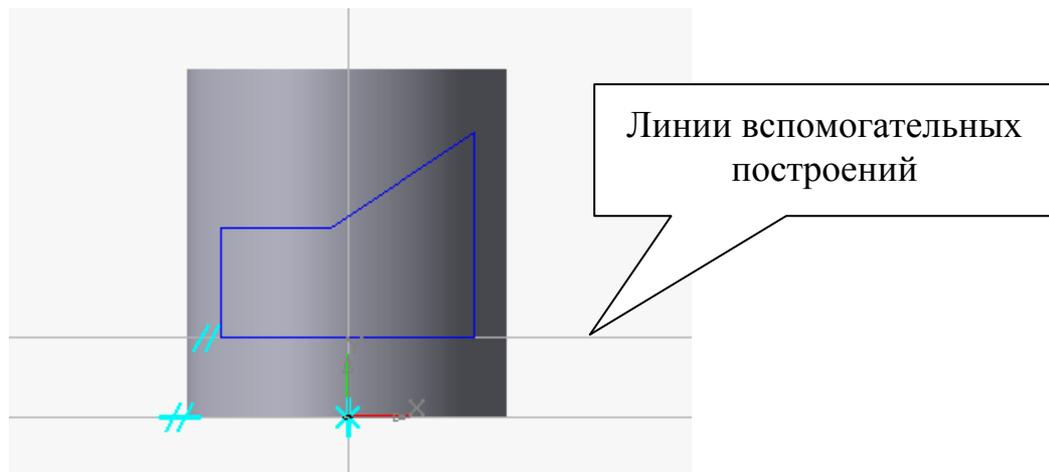

Рисунок 38
2. Для построения призматического отверстия создаем новый эскиз в плоскости XU , используя для этой цели линии вспомогательных построений (рисунок 38).